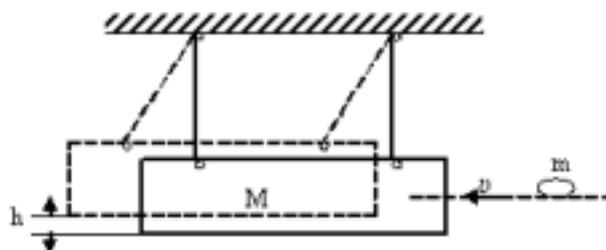

Рис. 7
8. Пуля массой $m = 10\text{г}$, летевшая со скоростью $v = 600\text{м/с}$, попала в баллистический маятник (рис.7) массой $M = 5\text{кг}$ и застряла в нём. На какую высоту h , откачнувшись после удара, поднялся маятник?